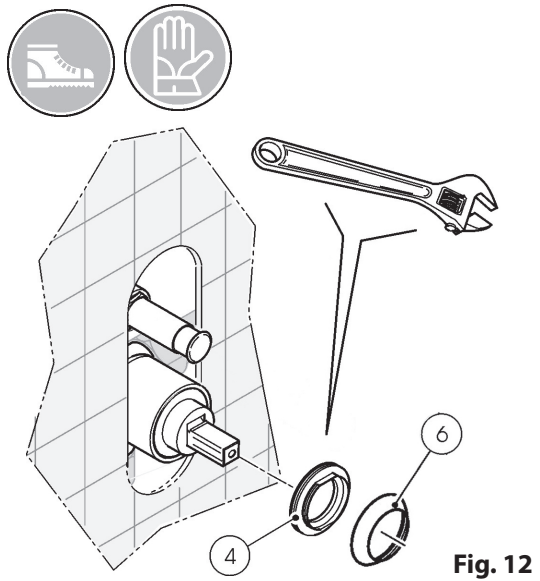
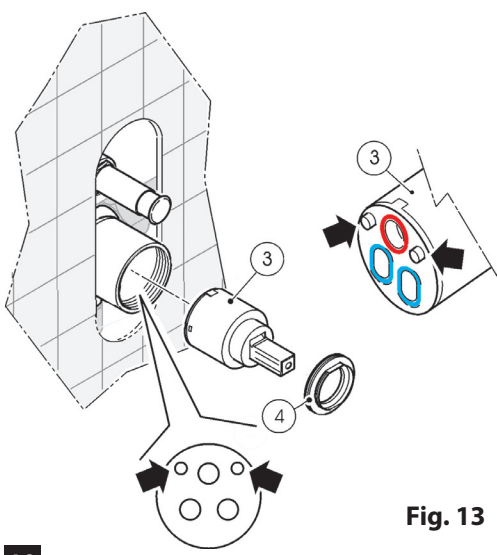
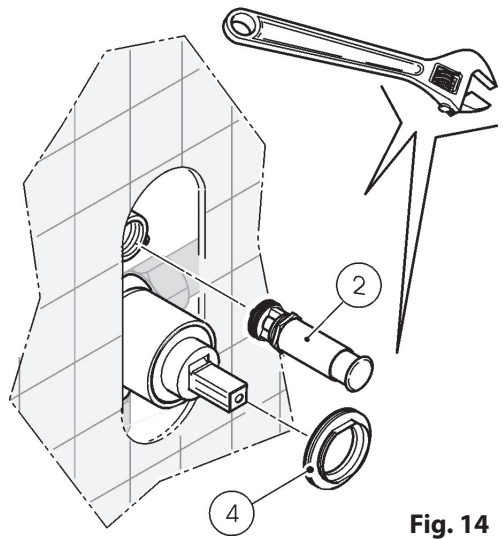

Fig. 12
Fig. 13
Fig. 14
- Togliere anche il rosone di copertura (5) per evitare inutili graffi durante il lavoro; svitare il coprighiera (6) e la ghiera (4). (Fig.12)
- È consigliabile proteggere il contatto tra la chiave operatrice con la ghiera (4) e il coprighiera (6).
- Sfilare la cartuccia miscelatore (3) e togliere eventuali residui o incrostazioni formati nel proprio alloggiamento; (Fig.13)
- Inserire la nuova cartuccia miscelatore (3) prestando molta attenzione ai pioli sporgenti dalla sua base, essi devono entrare nelle proprie sedi. Avvitare la ghiera (4) e serrare.
- Svitare la cartuccia deviatore (2) e togliere eventuali residui o incrostazioni formati nel proprio alloggiamento; (Fig.14)
- Remove the wall trim (5) to avoid scratching when at work; unscrew the lock nut cover (6) and the lock nut (4). (Fig.12)
- It is advised that the contact between the wrench, the lock nut (4) and lock nut cover (6) be protected when fastening and locking into place.
- Remove the mixer cartridge (3) and remove any residue or deposits that have formed in the seat.
- Insert the new cartridge mixer (3). Be sure that the studs at its base are lodged into their seats.
- Screw in the lock nut (4) and lock into place.
- Unscrew the diverter cartridge (2) and remove any residue or impurities in the seat; (Fig.14).